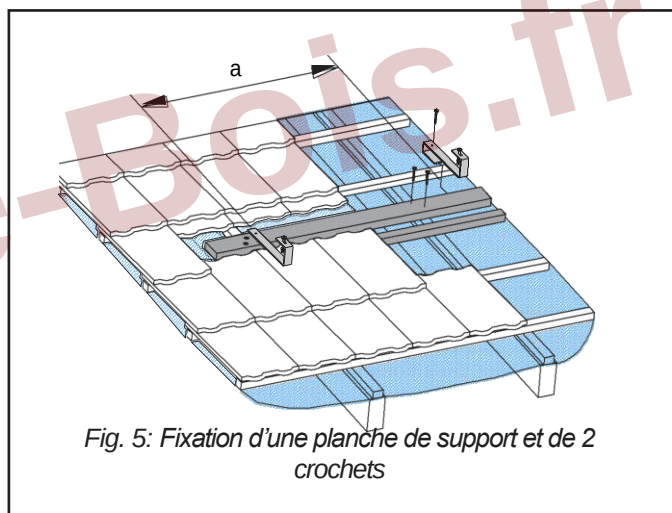

Fig. 5: Fixation d'une planche de support et de 2 crochets
- Retirer les tuiles à l'emplacement de montage des (Fig. 5). Les distances pour l'emplacement des crochets sont définies sur la Fig. 2.